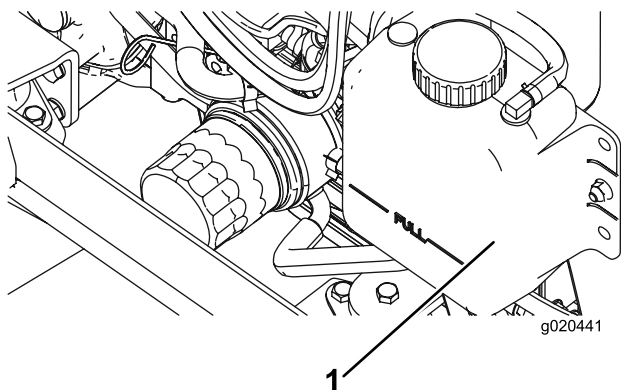

図 108
2. ラジエーターと補助タンクのキャップを注意深く開ける 図 108